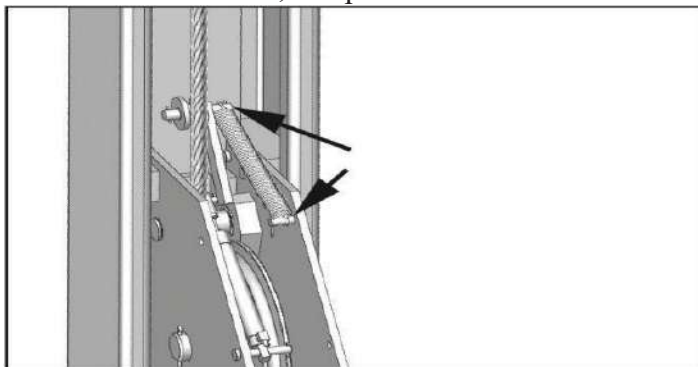

Рис. 13
1. Проверьте концы пружин прижимной пластины, убедитесь, что они не повреждены и надежно закреплены. **НЕ ПЫТАЙТЕСЬ ПОДНИМАТЬ ПОДЪЕМНИК, ЕСЛИ ПРУЖИНЫ НЕ ЗАКРЕПЛЕННЫ И РОЛИКИ НЕ НАХОДЯТСЯ НА РАССТОЯНИИ ОТ СТОПОРНОЙ ПЛАСТИНЫ, см. рис. 13.**